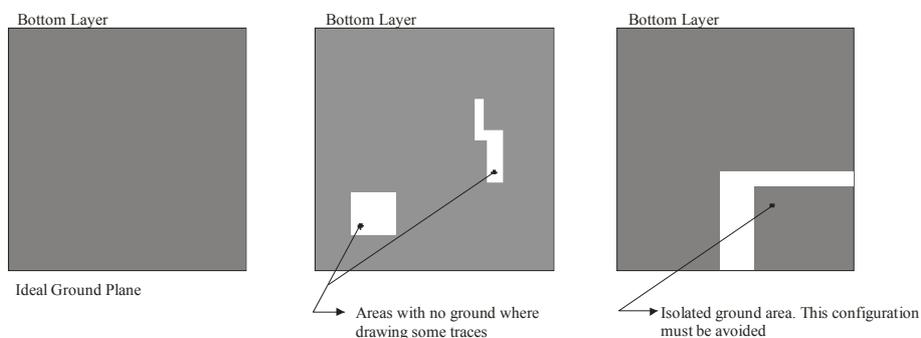
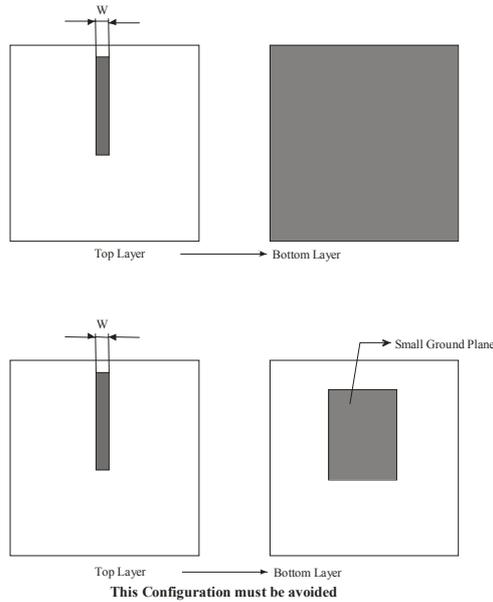

Fig. 7
Fig. 8
- 1- Il layer inferiore (lato bottom) va destinato a piano di massa. Nel caso fosse necessario interrompere questo piano con piste di segnale in bassa frequenza o di alimentazione bisogna fare attenzione a non creare aree isolate di massa non connesse con l'area principale (Vedi Fig. 7). Inoltre, un'area di massa sufficientemente grande deve essere presente in corrispondenza della pista di connessione di antenna, dove è necessario garantire un valore di impedenza della pista stessa di 50 Ohm (vedi Fig. 8).